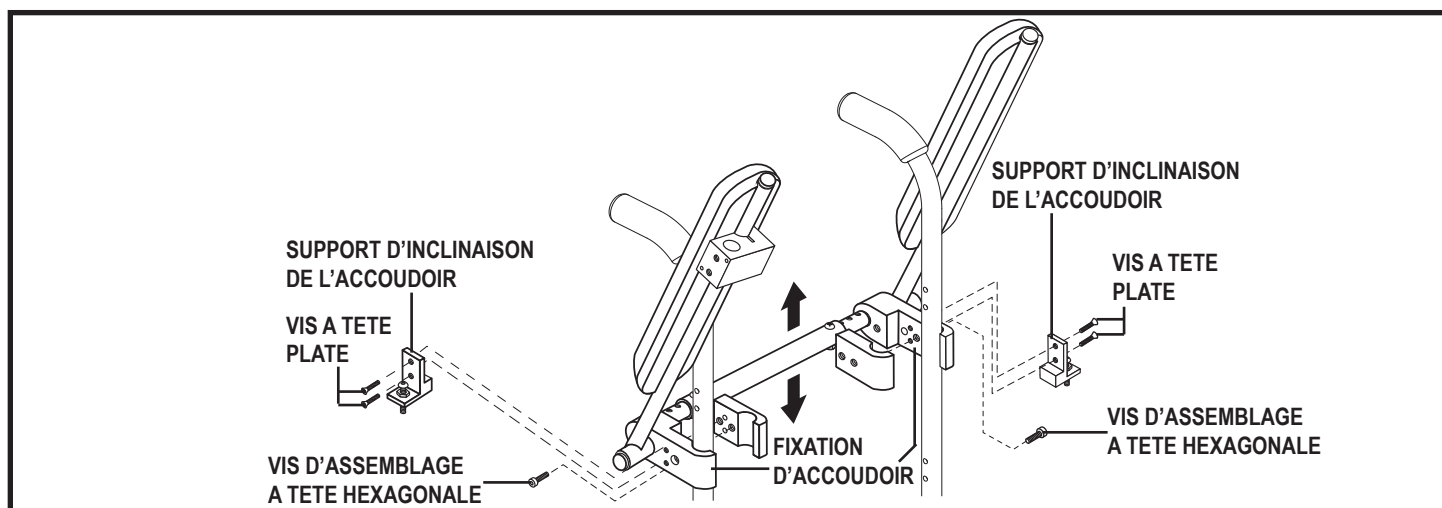

Figure 20. Réglage en hauteur des accoudoirs relevables
4. Retirez les deux (2) boulons à tête plate du support d'angle de l'accoudoir, puis retirez le support. **Voir la figure 20.**
5. Retirez les vis à couronne de la fixation d'accoudoir. **Voir la figure 20.**
7. Réinstallez la vis d'assemblage dans la fixation de l'accoudoir. **Voir la figure 20.**
8. Remplacez le support d'angle de l'accoudoir, puis réinstallez et resserrez les deux (2) vis à tête plate. **Voir la figure 20.**